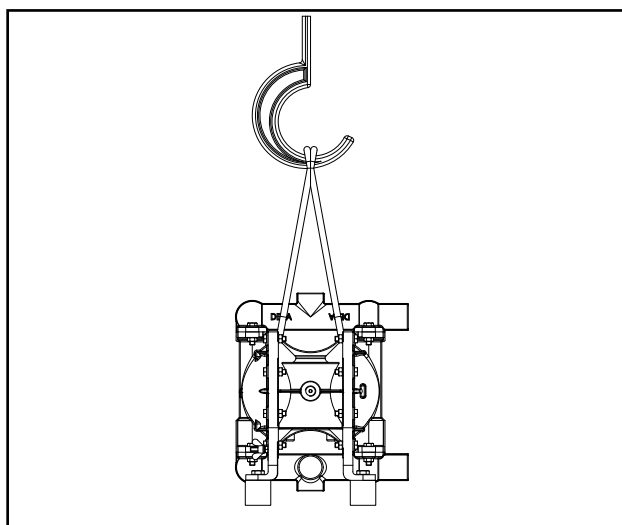

Fig. 1: Trasporto della pompa
**Pericolo! Per evitare che la fune scivoli, è necessario che la stessa venga disposta al gancio incrociandola (Fig. 1).**